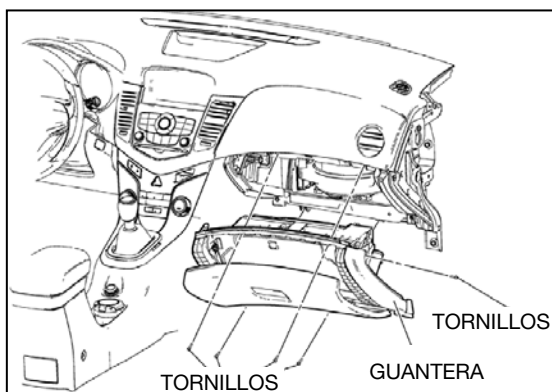

Fig. 10
4. Retire los tornillos de montaje de la guantera, levante la guantera y retírela del panel de instrumentos (ver Fig. 10).